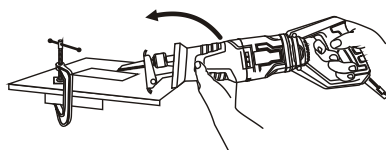

Fig. 5
2. Fixați piesa de prelucrat pe un banc sau o masă de lucru (fig. 5).